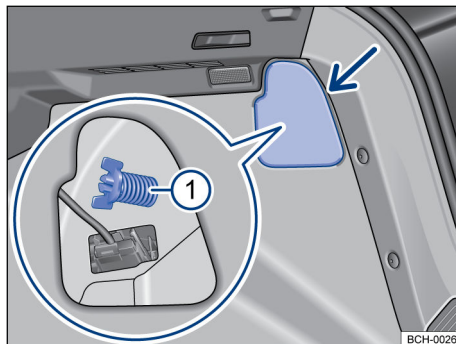
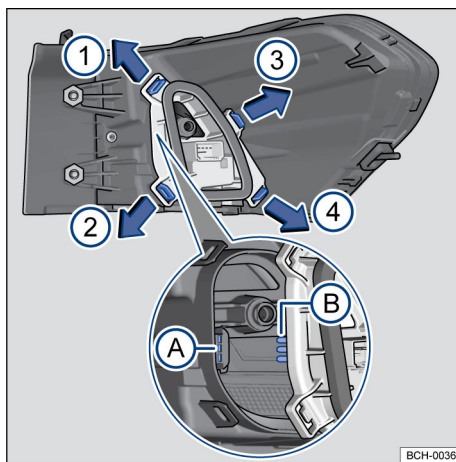

Fig. 167 En el maletero: desmontar la cubierta y retirar el tornillo mariposa ① (fragmento ampliado).
Fig. 168 Linterna trasera: desmontar el portalámparas.
- ① Observar la lista de control y ejecutar las acciones → pág. 220.
- ② Abrir la tapa trasera → pág. 73.
- ③ Para abrir la cubierta de la lámpara, girar el útil de retención → fig. 167 (flecha).
- ④ Abrir la cubierta junto con la traba hacia el costado.
- ⑤ Aflojar el tornillo mariposa ① (fragmento ampliado) y retirarlo, sosteniendo, al mismo tiempo, la linterna trasera.
- ⑥ Tirar con cuidado de la linterna trasera hacia afuera, para desengancharla de la carrocería → ①.
- ⑦ Desenganchar el conector de alimentación de las lámparas de la linterna, para remover totalmente la linterna.
- ⑧ Colocar la linterna trasera sobre una superficie limpia y lisa.
- ⑨ Para desbloquear el soporte de las lámparas, presionar cada uñeta de trinquete → fig. 168 en el sentido de las flechas.
- ⑩ Desmonte el portalámparas con cuidado.
- ⑪ Para retirar las bombillas quemadas presione la bombilla contra el alojamiento y gírela en sentido antihorario.
- ⑫ Cambiar la bombilla quemada por una bombilla nueva del mismo modelo.
- ⑬ Para insertar las lámparas nuevas en el portalámparas, introduzca la nueva lámpara en el alojamiento correspondiente. Presione la bombilla y gírela en sentido horario hasta el tope.
- ⑭ Cerciorarse de que las lámparas estén correctamente fijadas en el soporte.
- ⑮ Instalar el soporte de las lámparas en el grupo óptico trasero, prestando atención al ajuste de las láminas de contacto en la carcasa → fig. 168 A y B. Las lengüetas de traba deben encajar de forma audible en la secuencia → fig. 168 ①, ②, ③ y ④.
- ⑯ Colocar el conector de alimentación en la luz.
- ⑰ Encajar la linterna trasera cuidadosamente en el alojamiento de la carrocería.
- ⑱ Sostener la luz trasera en la posición de montaje con una de las manos y atornillar con la otra el tornillo mariposa → fig. 167 ①.
- ⑲ Volver a colocar la cubierta de la linterna en su posición y girar la traba para cerrar.
- ⑳ Cerrar la tapa trasera → pág. 73.